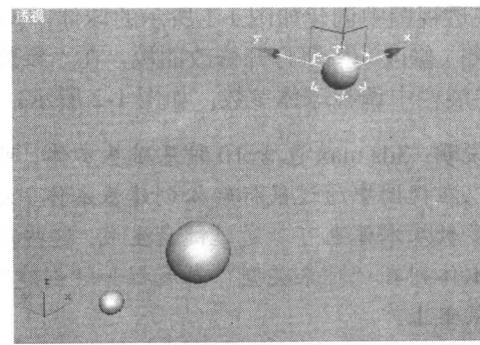

图 1-6 移动位置
⑤ 利用刚才使用的移动工具将 3 个球体移动到如图 1-6 所示的位置。